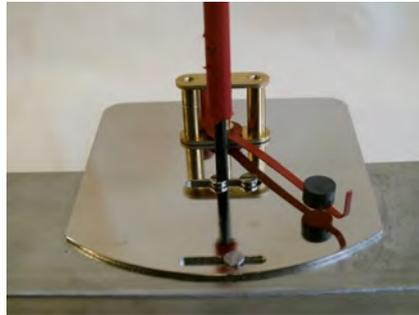

Abb. 59
- 12.** ▶ Anzeige-Bodenplatte auf Gerätekörper legen und die Befestigungsschrauben soweit eindrehen, dass sich diese noch verschieben lässt (Abb. 59). Darauf achten, dass an der Langnut (Bereich Zeigerspitze) die Senkkopfschraube und im Bereich (Anzeige Mitte) die beiden Zylinderkopfschrauben eingesetzt werden